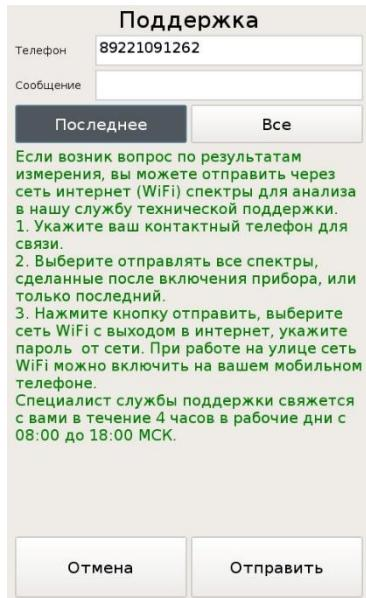

Рисунок 3 Окно обращения в службу технической поддержки
4.1.6. - кнопка обращения к службе технической поддержки. При возникновении вопроса в процессе измерений, можно отправить спектры измерений с текстовым пояснением через сеть интернет (WiFi). Для этого нажмите эту кнопку со знаком вопроса, ознакомьтесь с порядком отправки данных, заполните поля ввода данных (Рисунок 3) и нажмите кнопку «Отправить». После успешной загрузки данных появится окно с надписью «Загрузка завершена».